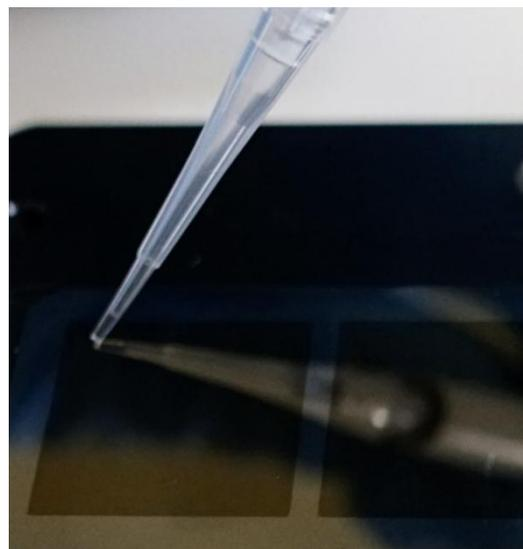

図5 アレイの様子
3. 基板の誘導体化部位の任意の箇所に反応溶液0.1 μL滴下する(図5)。